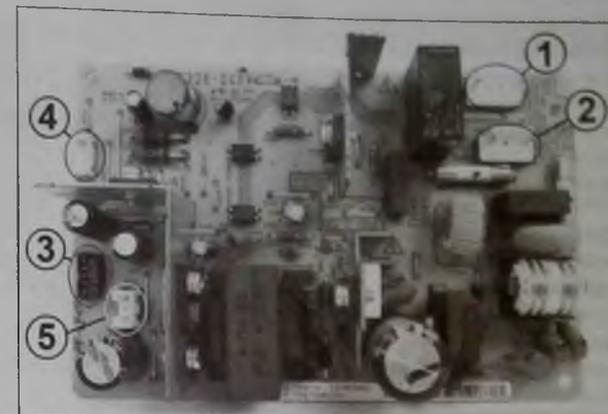
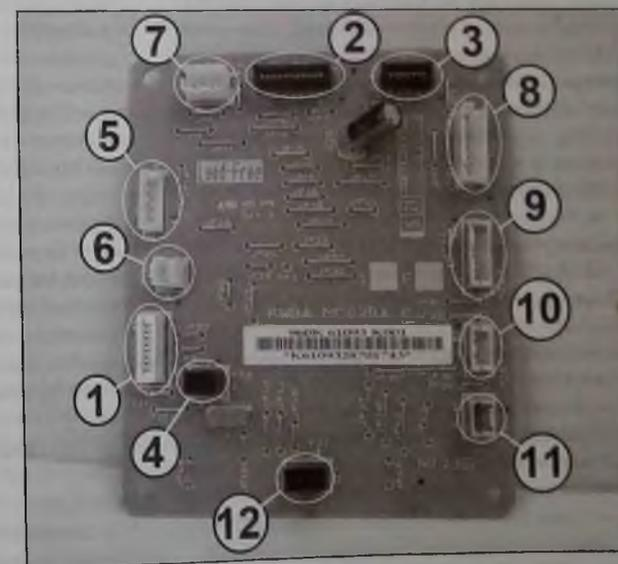
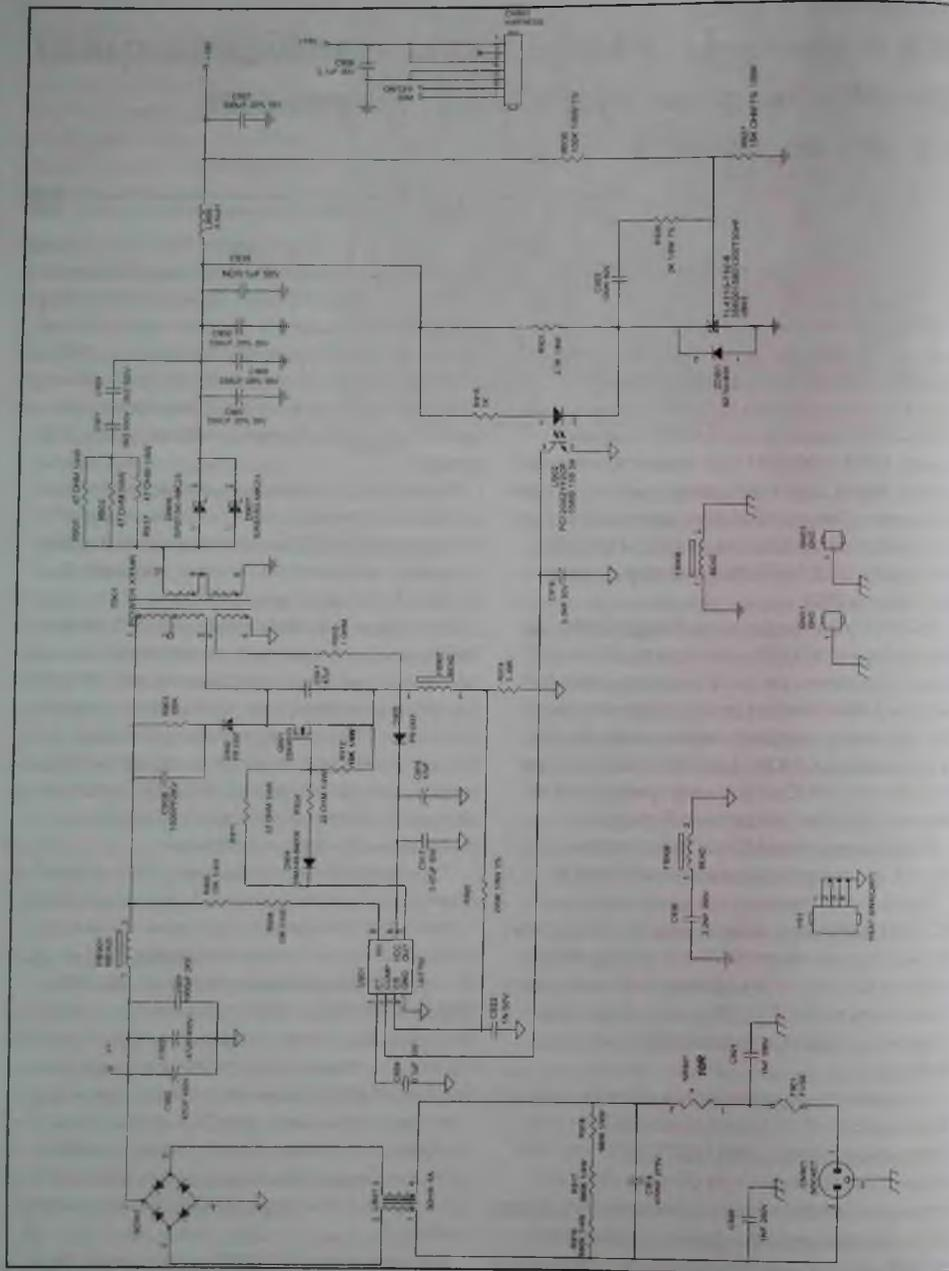
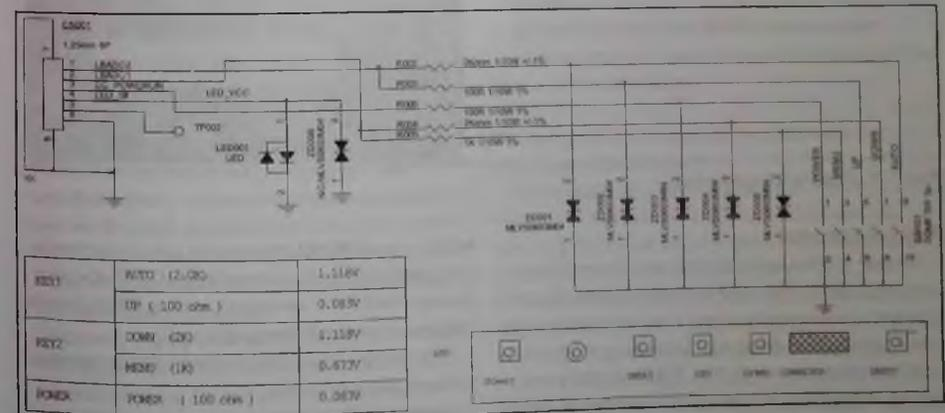

Рис. 2
Рис. 3
Рис. 13. Фрагмент принципиальной схемы платы питания с источником напряжения +19V
Рис. 16. Принципиальная схема платы клавиатуры
- P201, жгут подачи питания на нагревательный элемент узла термозакрепления (1 на рис. 2);
- P200, жгут подачи напряжения питания от сетевого разъема на плату (2);
- P202, шлейфы платы форматера и коммутации (3);
- P203, шлейф платы коммутации (4);
- P204, датчик закрытия задней крышки (5).
- P13, шлейф двигателя привода редуктора (1 на рис. 3);
- P16, шлейф платы источников высоких напряжений (2);
- P17, шлейф платы форматера (3);
- P23, датчик регистрации бумаги (датчик начала листа) (4);
- P14, шлейф платы ИП (5);
- P10, соленоид муфты вала ролика подачи бумаги (6);
- P15, двигатель узла подачи тонера (7);
- P18, датчик температуры узла термозакрепления и датчика выхода бумаги (8);
- P20, шлейф платы источников питания (9);
- P25, шлейф платы форматера (10);
- P22, датчик концентрации тонера (11);
Фрагмент принципиальной схемы платы питания с источником напряжения +19V приведен на рис. 13. Сетевое питающее напряжение с контактов 1 и 2 разъема CN901 (SOCET) через предохранитель P901, терморезистор NR901 и сетевой фильтр C914 C920 C921 L901 подается на выпрямитель BD901 C902 C903, к выходу которого через первичную обмотку 1-3 импульсного трансформатора T901 подключен сток ключевого MOSFET Q901. Цель C906 R903 D902 демпфирует первичную обмотку T901.
Контроллер включается в рабочий режим через выв. 5 MC сигналом ON/OFF, подаваемым через контакт 6 разъема CN903 платы питания (см. рис. 13) с выв. 91 МП (см. рис. 3). Он обеспечивает стабилизированный ток в каждой из четырех LED-линеек, подключенных катодами к выв. 13, 14, 16, 1 MC через контакты 1, 2, 5, 6 разъема CN802 соответственно, до запрограммированного значения, установленного номиналами последовательно соединенных внешних резисторов установки тока R810, R811, подключенных к выв. 2 MC.
Контроллер поддерживает регулирование яркости (димминг), для чего на выв. 12 MC через контакт 7 разъема CN903 платы питания (см. рис. 13) с выв. 109 МП (см. рис. 3) подается сигнал DIM.
Принципиальная схема платы клавиатуры приведена на рис. 16. На плате расположена мембранная клавиатура SW001 с кнопками управления POWER, MENU, UP, DOWN, AUTO. Эти кнопки через контакты 1, 2, 3 разъема CN001/ CN401 соединены с выв. 103 (KEY1), 104 (KEY2), 52 (PKEY) МП U401 (см. рис. 3).
Проверяют наличие напряжения +19V на контактах 1, 3 разъема CN903 платы питания (см. рис. 13). Если оно отсутствует, то прежде всего проверяют наличие напряжения V+ на накопительных конденсаторах C902, C903 этой платы. Причиной отсутствия этого напряжения может быть перегорание предохранителя F901 или обрыв дросселя фильтра L901. Нелишне напомнить, что простая замена перегоревшего предохранителя обычно не приводит к успеху, так как